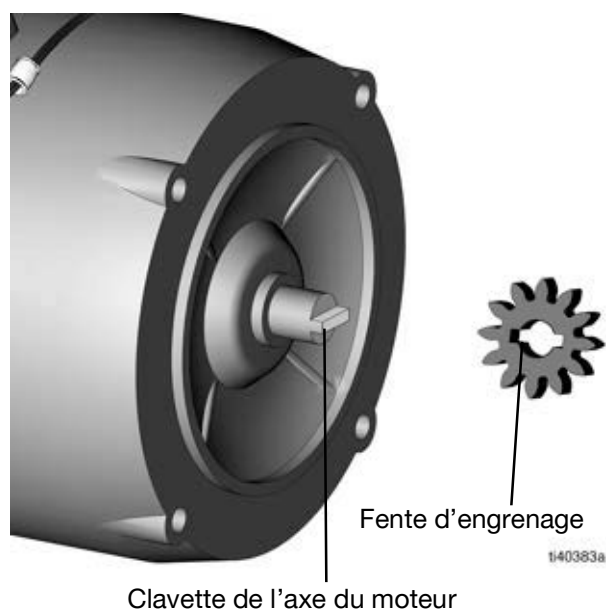

FIG. 5
- Placez l'ensemble de boîtier de pompe sur le moteur. La clavette de l'axe du moteur doit correspondre à la fente d'engrenage, sur le capot intérieur (FIG. 5).